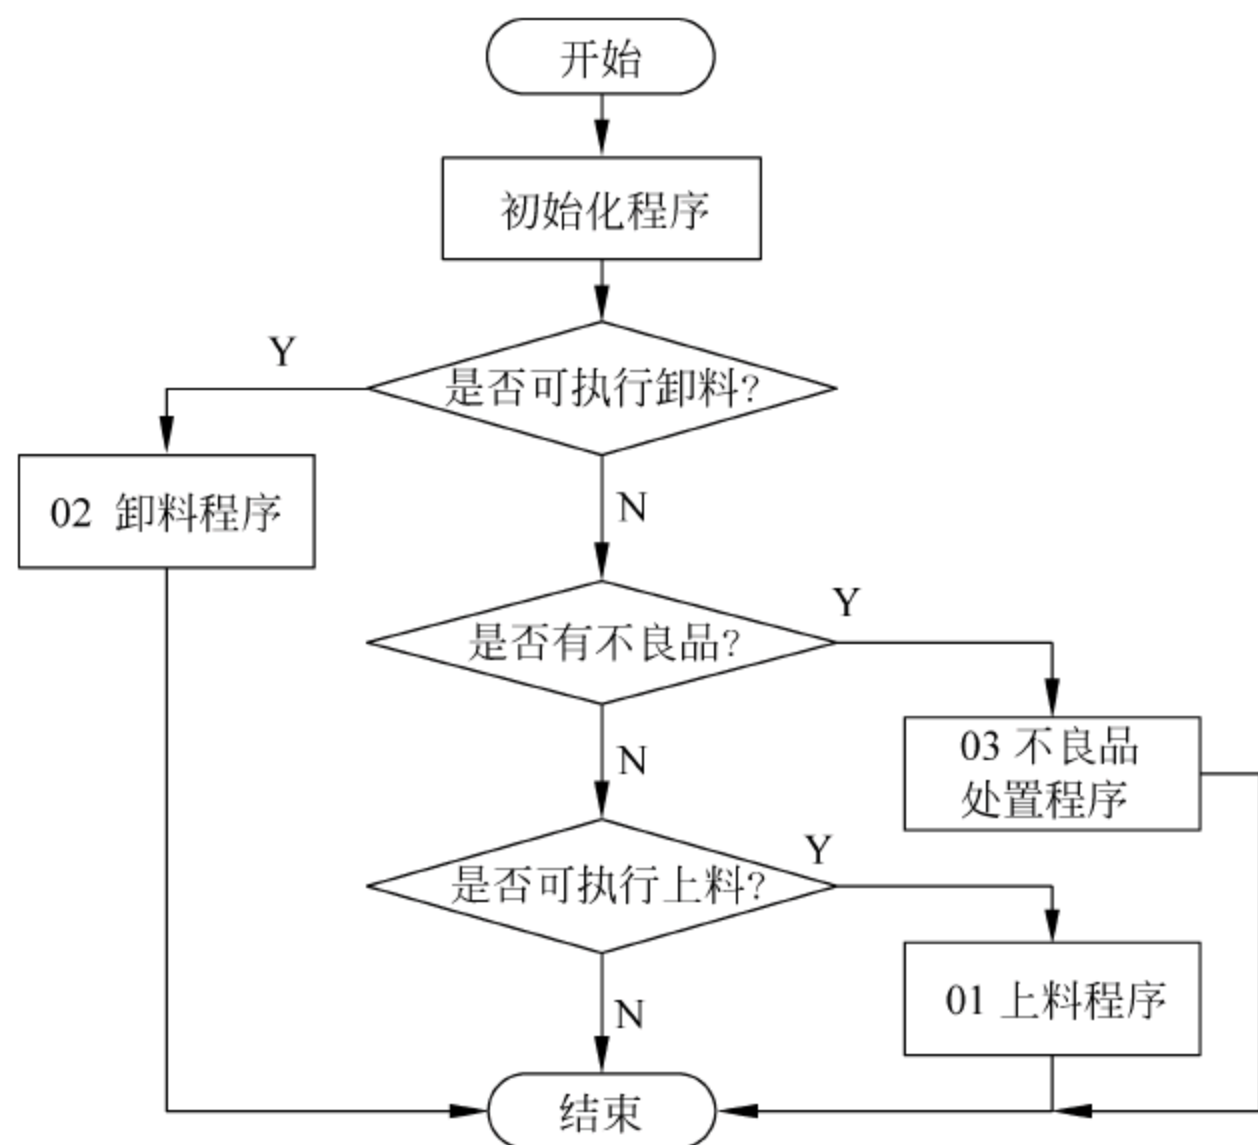

图 22-2 总工作流程图
总的工作流程如图 22-2 所示。
(4) 经过“卸料工步”和“不良品处理工步”后,测试区各工位已经最大限度空出,所以执行“上料工步”。
(5) 如果工作过程中发生机器人系统的报警,机器人会停止工作。外部也配置有“急停按钮”。按下“急停按钮”后,系统立即停止工作。
(6) 总程序可以设置为“反复循环类型”,即启动之后反复循环执行,直到接收到停止指令。图 22-2 是总工作流程图。